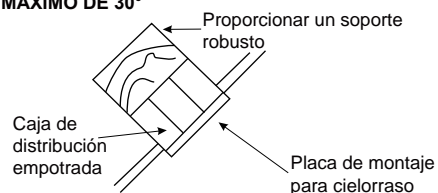

Fig. 3
**Paso 1.** Alinee los 5 orificios de la placa del brazo del aspa con el ensamblaje del motor del ventilador. Asegúrelo con los 5 tornillos del brazo del aspa proporcionados. (Fig.3)